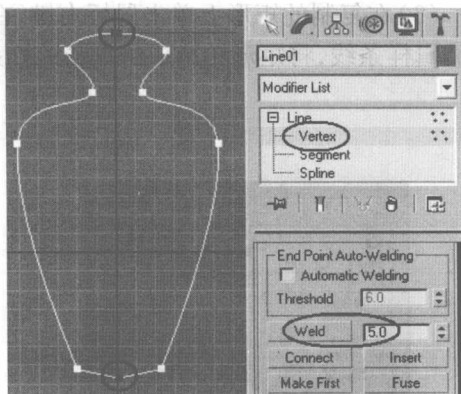

图 1.3.5 焊接两曲线连接处的点
(6) 单击 Vertex(顶点) 选项, 进入顶点编辑方式, 框选瓶顶和瓶底中间的点, 如图 1.3.5 所示, 单击命令面板中的 Weld(焊接) 命令(注: Weld(焊接) 命令后的输入框中输入数字 5), 将两个样条线焊接成一个整体。
(7) 取消样条线  选择状态, 展开 Rendering 渲染选项, 设置图形可渲染, 渲染线框粗度为 2, 按 F9 键渲染预览前视图效果图。
(8) 将设计结果存放在考生目录中, 文件名为考号后 5 位数 + “-1”, 扩展名为 “.MAX”。